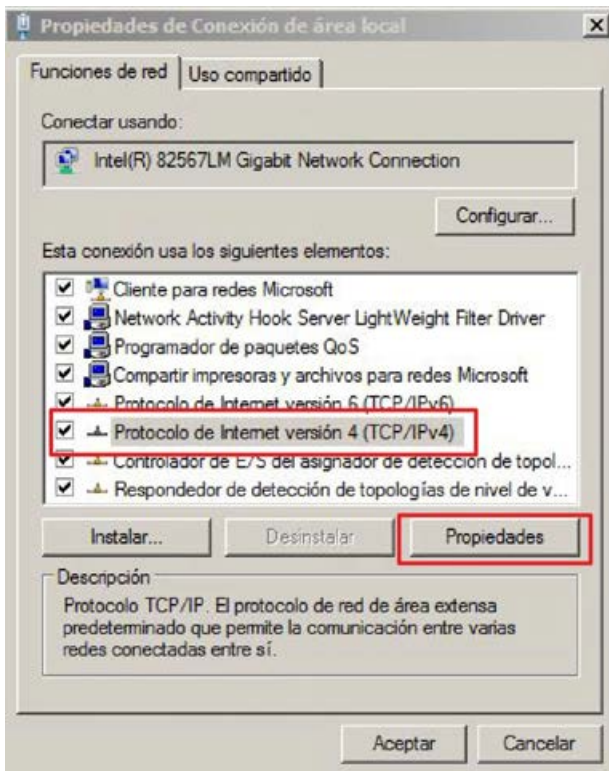

Fig. 13: Propiedades de la conexión LAN
6. ▶ Seleccione «Protocolo de Internet versión 4 (TCP/IPv4)», luego seleccione «Propiedades» (Fig. 13).